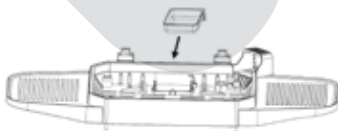

Abb. 8
9. Setzen Sie den Fettauffangbehälter [17] ein (Abb. 8). Dieser muss vollständig in das Grillgehäuse geschoben werden. Um den Fettauffangbehälter zu entnehmen, ziehen Sie diesen vorsichtig aus dem Gerät.